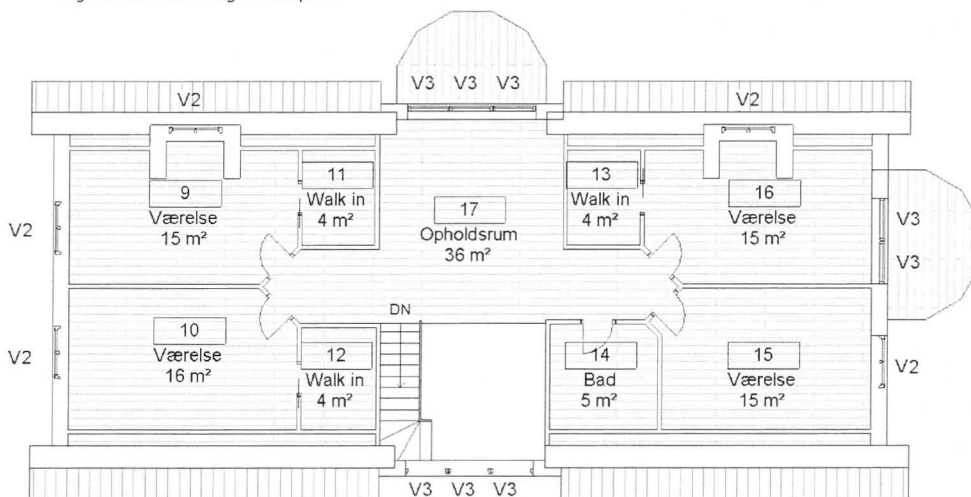

Fig. 11.08. *Room Tags* på 1. sal.
- Sæt også *Room Tags* på 1. sal (Fig. 11.08).